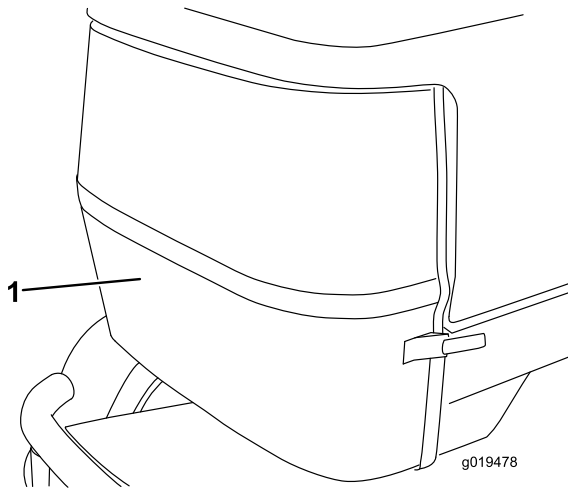

Bild 73
2. Entriegeln und nehmen Sie das hintere Gitter ab (Bild 73). Reinigen Sie das Gitter gründlich.